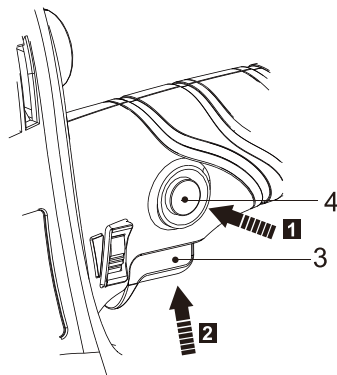

Fig. 11
- > Presione el botón de bloqueo/desbloqueo (4) y manténgalo en esta posición (Fig. 11, paso 1).
- > Presione el interruptor de encendido/apagado (3) para encender el producto Fig. 11, paso 2). A continuación, suelte el botón de bloqueo/desbloqueo (4).
- > Suelte el interruptor de encendido/apagado (3) para apagar el producto.
- > Presione el botón de bloqueo/desbloqueo (4) y manténgalo presionado (Fig. 11, paso 1).
- > Presione el interruptor de encendido/apagado (3) para encender el producto y manténgalo en esta posición. Press the lock off/on button (4) again to lock the on/off switch (3) for continuous use.
- > Presione y suelte el interruptor de encendido/apagado (3) para apagar el producto.